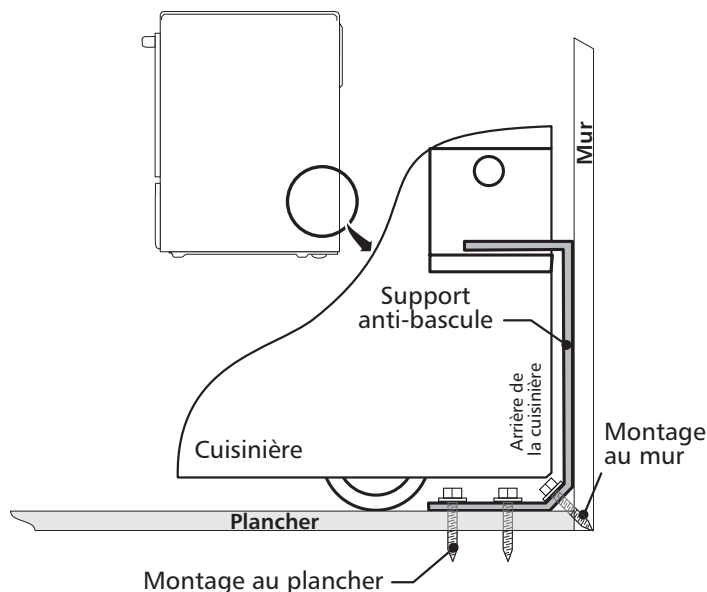

Figure 13
4. Enlevez le gabarit et placez le support anti-bascule sur le plancher. Alignez les trous dans le support anti-bascule avec les trous tracés sur le plancher (ou le mur) et fixez avec les vis fournies. Le support anti-bascule doit être fixé sur un plancher (ou mur) solide (Figure 13). Si vous les fixez à un plancher en béton, percez d'abord des trous pilotes de 3/16" (0,5 cm) de diamètre à l'aide d'un foret à maçonnerie.